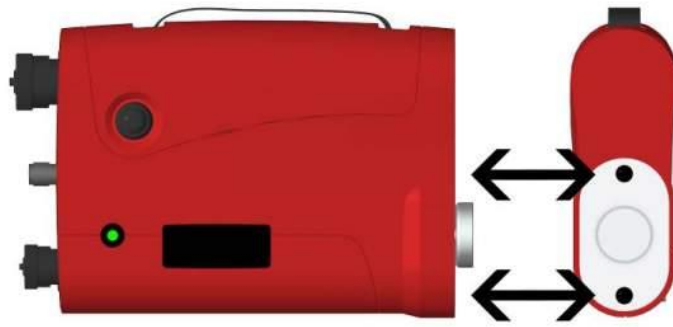

Figure 2
7. Retirer les 2 fixations ¼ de tour à la base de la balise comme illustré à la figure 2 avec un tournevis plat.